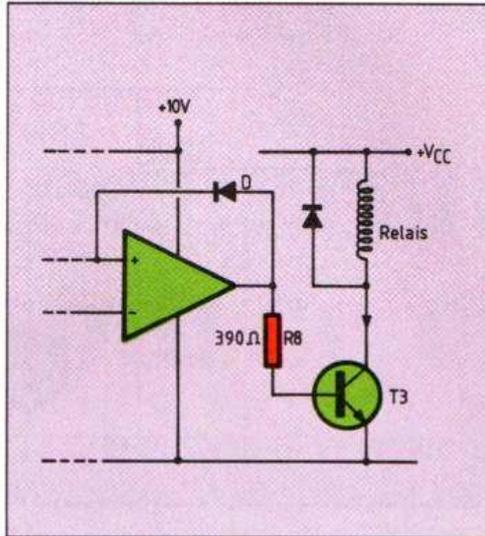

Fig. 5. – Commande d'un relais par l'intermédiaire d'un transistor de moyenne puissance.
Rappelons brièvement les deux structures et les modes de fonctionnement. Le bistable de la figure 5 est fait de deux portes NAND (par exemple, deux des quatre portes d'un HEF 4011), avec deux résistances dits « de tirage haut » (pull up). Ces résistances sont indispensables au fonctionnement, car il ne faut jamais laisser des entrées de circuit intégré « en l'air », surtout pour des circuits CMOS, et, avec deux portes NAND, l'état de « repos » des entrées de commande, (A) et (B) doit être le niveau haut.
et (B), les bistables des figures 5 et 6 se comportent comme le montage de la figure 7(a). Les deux circuits inverseurs (1) et (2) sont en cascade, ce qui se voit peut-être mieux en les représentant comme en 7(b). Comme un signal inversé deux fois ne change pas (un « faux mensonge » est une vérité), tout se passe bien dans le circuit. Il y a deux états possibles, suivant que Q est au niveau haut ou bas. Les deux inverseurs sont indispensables. Si l'on reliait directement la sortie d'un seul inverseur à son entrée, on se trouverait dans une « situation impossible » : la sortie de l'inverseur ne pourrait être ni basse (car, appliquée à l'entrée, elle rend la sortie haute) ni haute, car elle rendrait la sortie basse. C'est aussi insoluble que le cas de cet homme qui dit : « Je mens toujours ». Pour le circuit, il ne lui reste qu'une solution : le suicide (ou l'entrée en oscillations), soit deux hypothèses assez sinistres pour que nous refusions de nous y attarder.
Si l'on a compliqué le montage de la figure 7(a), en passant à ceux des figures 5 et 6, c'est tout simplement parce que, sur le montage de la figure 7(a), on ne sait « par quel bout le prendre » pour le faire changer d'état. Le seul moyen serait de mettre momentanément à la masse une des sorties, celle que l'on veut amener à l'état logique bas.
Tout devient très simple quand on dispose, sur chaque « inverseur », d'une commande supplémentaire, comme les entrées (A) et (B) des figures 5 et 6.
Sur le bistable à NAND de la figure 5, par exemple, on sait que, si l'on porte l'entrée (A) au niveau bas, la sortie Q passe à l'état haut, quel que soit le niveau appliqué à l'autre entrée de la porte NAND (1). Il y a donc deux niveaux hauts sur les deux entrées de la porte NAND (2), donc la sortie non-Q passe au niveau bas (si elle n'y était pas déjà).
**Fig. 8. —** Tant que l'on n'a pas envoyé de commande à une des entrées du bistable de la figure 5, l'état des sorties est indéterminé. Il le redevient si l'on fait la « manœuvre interdite », consistant à abaisser, puis relever simultanément le niveau des deux entrées.
Le principe décrit peut servir non seulement pour indiquer mais aussi pour agir. La figure 5 illustre, à ce sujet, la commande d'un relais par un transistor de moyenne puissance. Avec une alimentation sous 10 V, on obtient, à l'état actif, une chute de tension de 7 V environ aux bornes de  $R_8$ . Comme cela correspond à une intensité de 18 mA